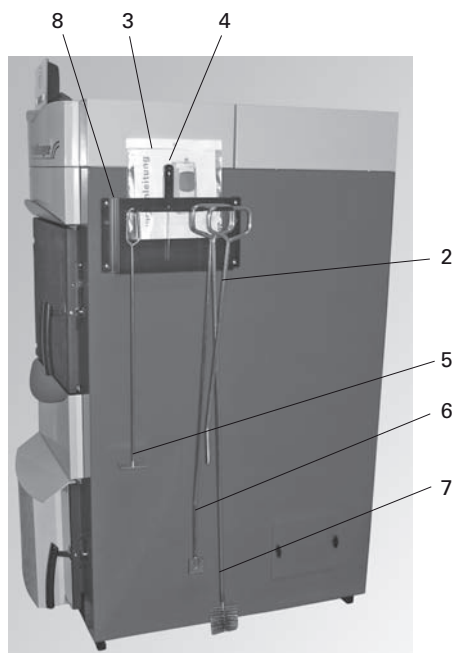

Fig. 44 - Montare la mensola per attrezzi.
- Montare la mensola degli attrezzi per la pulizia e l'uso su una parete della caldaia (Fig. 44) o ad una parete del locale caldaia.
Si prega di conservare queste istruzioni con cura. La mensola per attrezzi è prevista con un contenitore per queste (accessorio SKW 030) - Fig. 44.